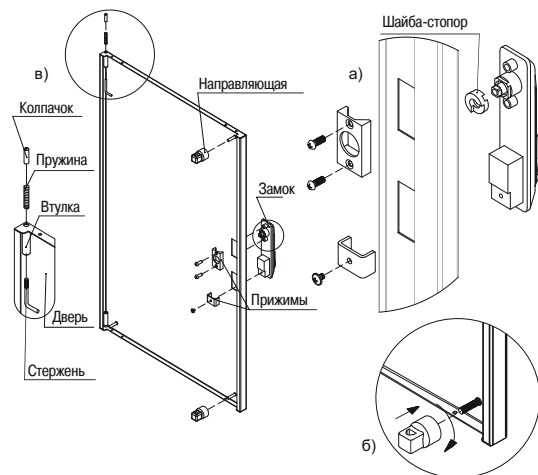

Рисунок 9 – Сборка дверей
4.4.1 Извлеките из второго места перфорированную дверь в зависимости от комплектации. Вставьте замок в посадочные квадратные отверстия, закрепите замок прижимами (рисунок 9а), направляющие наворачните на шпильки (рисунок 9б).
Для сборки петли сначала вставьте пружину во втулку, пропустите во втулку стержень и заверните колпачок (рисунок 9в).